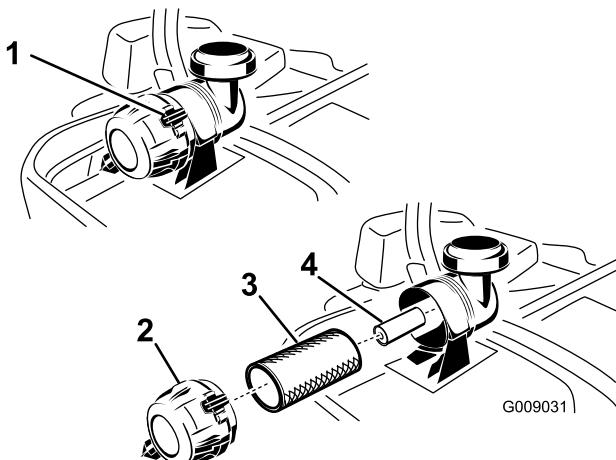

Figura 66
5. Extraiga con cuidado el filtro primario de la carcasa del limpiador de aire (Figura 66).
3. Abra los enganches del limpiador de aire y tire de la tapa de la entrada de aire para separarla del cuerpo del limpiador de aire (Figura 66).
- Si va a cambiar el filtro interno, deslícelo cuidadosamente en el cuerpo del filtro (Figura 66).
- Deslice cuidadosamente el filtro primario por encima del filtro de seguridad (Figura 66).
- Instale la tapa del limpiador de aire con el respiradero hacia abajo, y gírela hasta que los enganches la bloquee en su sitio (Figura 66).